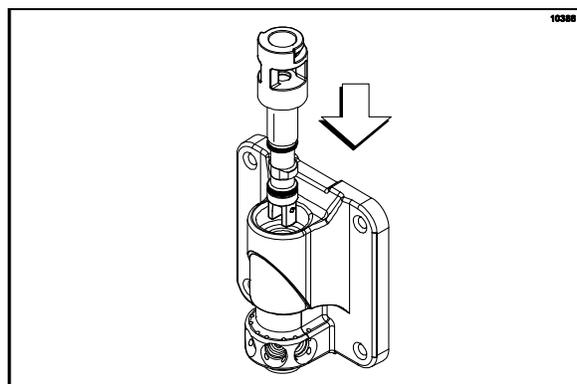

图 120
10. 如图所示，将出料阀混合搅拌器插入奶昔门并与其对齐。（见图 120。）